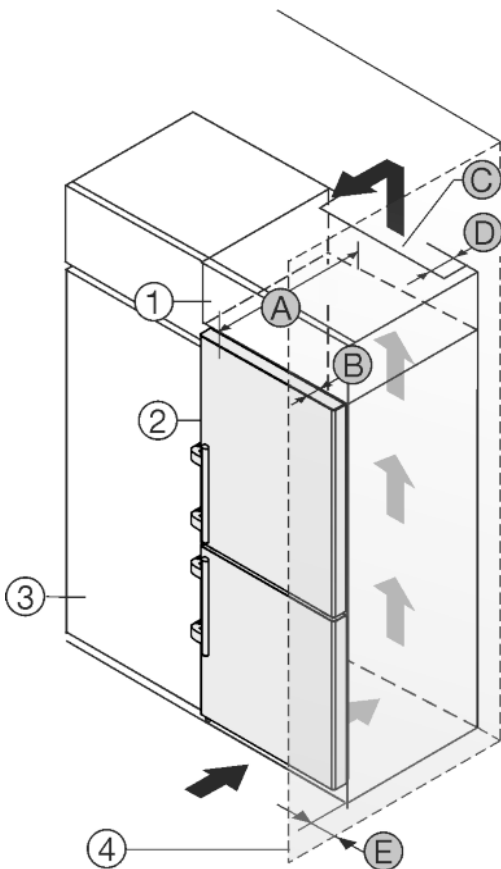

Fig. 51
Het apparaat kan in keukenkasten worden ingebouwd. Om het apparaat Fig. 51 (2) aan de hoogte van het keukenblok aan te passen, kan boven het apparaat een opzetkast Fig. 51 (1) worden aangebracht.
Het apparaat kan direct naast de keukenkast Fig. 51 (3) worden geplaatst. Om de deuren volledig te kunnen openen, moet het apparaat overeenkomstig de diepte Fig. 51 (B) t.o.v. het keukenkastfront uitsteken. Afhankelijk van de diepte van de keukenkast en het gebruik van de wandafstandhouders kan het apparaat verder uitsteken.
- Aan de achterzijde van de opzetkast moet een luchtafvoerkanaal met de diepte Fig. 51 (D) over de volledige breedte van de opzetkast aanwezig zijn.
- Onder het plafond moet de ventilatiedoorsnede Fig. 51 (C) worden aangehouden.
Wanneer het apparaat met de scharnieren naast een wand Fig. 51 (4) wordt geplaatst, moet de afstand Fig. 51 (E) tussen apparaat en wand worden aangehouden. Dit komt overeen met de uitsteekmaat van de handgreep bij geopende deur.